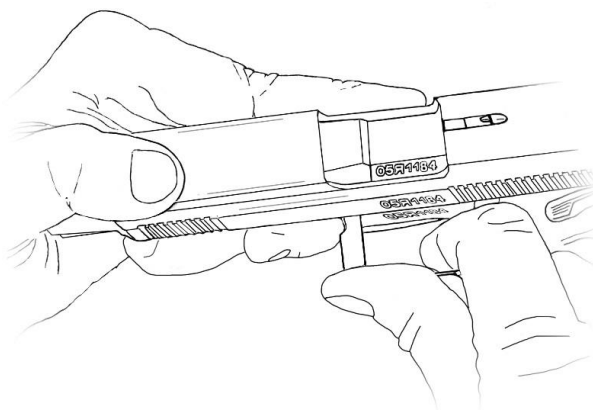

Рис. 55. Введение замыкателя в отверстие рамки
5. Ввести замыкатель в отверстие рамки, совместив паз в муфте движением затвора со стволом назад, и произвести контрольный спуск курка с боевого взвода (рис. 55).